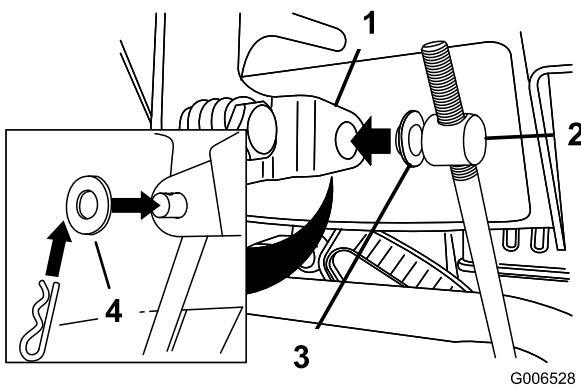

Bild 11
3. Entfernen Sie den Splint und die äußere Scheibe vom Drehzapfen am oberen Ende des Geschwindigkeitseinstellgestänges (Bild 11).
Hinweis: Lassen Sie die Flachscheibe auf dem Drehzapfen, um den Einbau zu vereinfachen (Bild 11).
6. Heben Sie das Geschwindigkeitseinstellgestänge an und setzen Sie den Drehzapfen in das Loch im Geschwindigkeitsschalthebel (Bild 11).
- B. Schließen Sie den Drehzapfen vom Geschwindigkeitsschalthebel ab (Bild 11).
- C. Drehen Sie den Drehzapfen auf der Geschwindigkeitsschaltstange nach unten (nach rechts) (Bild 11).
- D. Schließen Sie den Drehzapfen am Geschwindigkeitsschalthebel an (Bild 11).
- C. TDrehen Sie den Drehzapfen auf der Geschwindigkeitsschaltstange nach oben (nach links) (Bild 11).